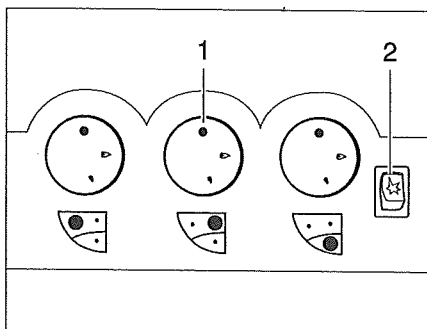
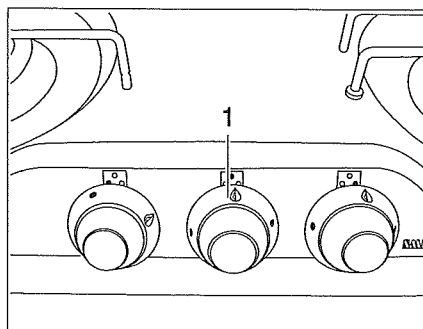

Bild 125 Reglage, knappar för gasspis
Bild 126 Alternativ: Reglage, knappar för gasspis
- Vrid vridregulatorn (Bild 125,1 eller Bild 126,1) till önskad låga till tändningsläge (stor låga).
- Om en tändknapp (Bild 125,2) finns tillgänglig: Skapa en gnista genom att trycka på tändknappen.